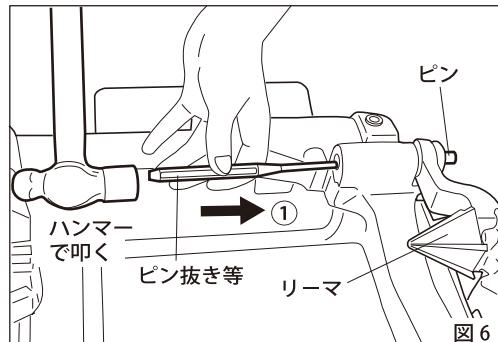

図6
- マシンの往復台とリーマを連結するピンを適当な棒状の工具等を利用して、図6の矢印の方向に半分抜きます。(図6)